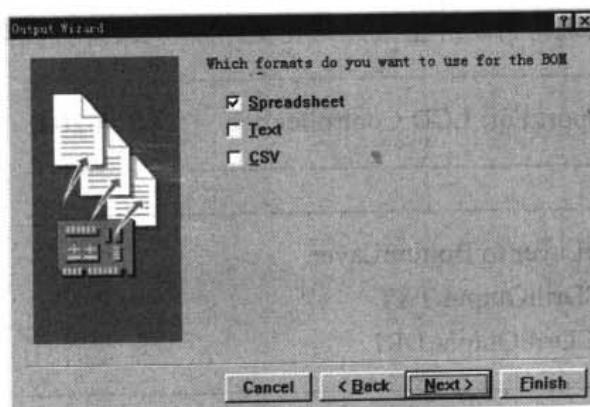

图 18-14 选择文件格式
- (3) 接着，输入元件列表文件名称为 LCD Controller1，再单击 Next 按钮，弹出如图 18-14 所示的对话框，在对话框中即可设置文件格式。